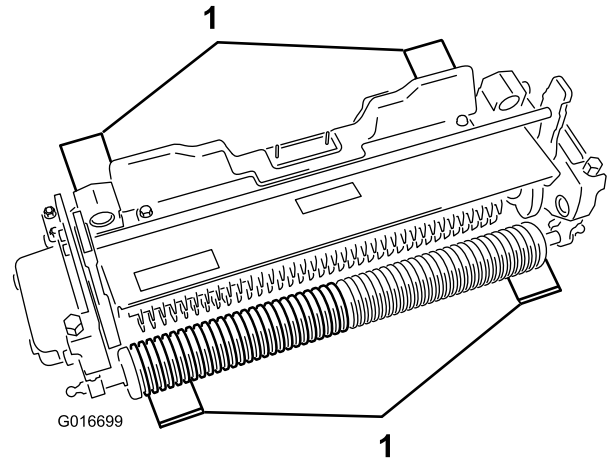

图4
2. 将 4 个所需厚度为刀片穿透深度的调刀尺分别放在切根滚刀组前、后滚筒的下面 图4。